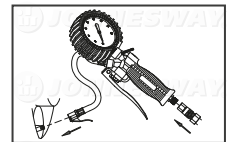

рис. 1
- 5.3 Соединить изделие со шлангом воздушной магистрали и закрепить соединительный клапан на ниппеле шины при помощи рычажка запорного механизма (рис. 1);